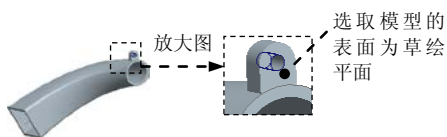
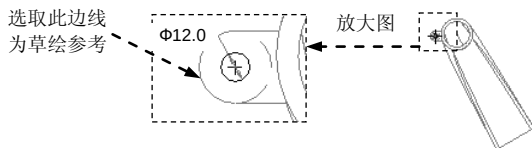

图 4.3.63 拉伸特征 2
图 4.3.64 截面草图
Step15. 创建图 4.3.63 所示的拉伸特征 2。在操控板中单击“拉伸”按钮，按下“移除材料”按钮 ；选取图 4.3.63 所示的模型表面为草绘平面，选取 DTM2 基准平面为参考平面，方向为 ，选取图 4.3.64 所示的边线为草绘参考，绘制图 4.3.64 所示的截面草图；在操控板中定义拉伸类型为 ，然后再选取图 4.3.65 中模型的背面为拉伸的终止面，单击“完成”按钮 ，完成拉伸特征 2 的创作。